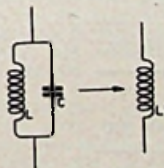

Fig. 6
a) Hier echter gedraagt de kring zich inductief als $\omega < \omega_0$ en kan dus vervangen worden door een enkele spoel L_1 (fig. 6).